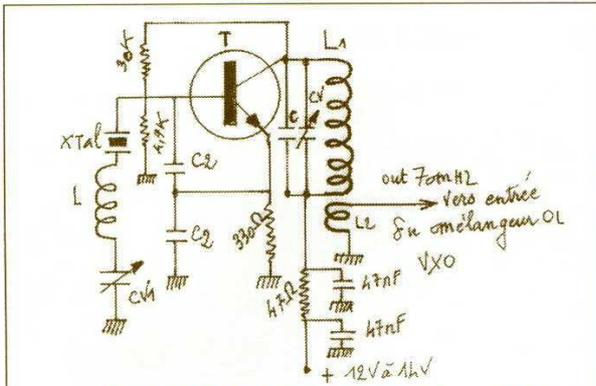

Fig. 6 **OSCILLATEUR LOCAL VXO sur 7 MHz**
**Oscillateur Local VXO (figure 6)**